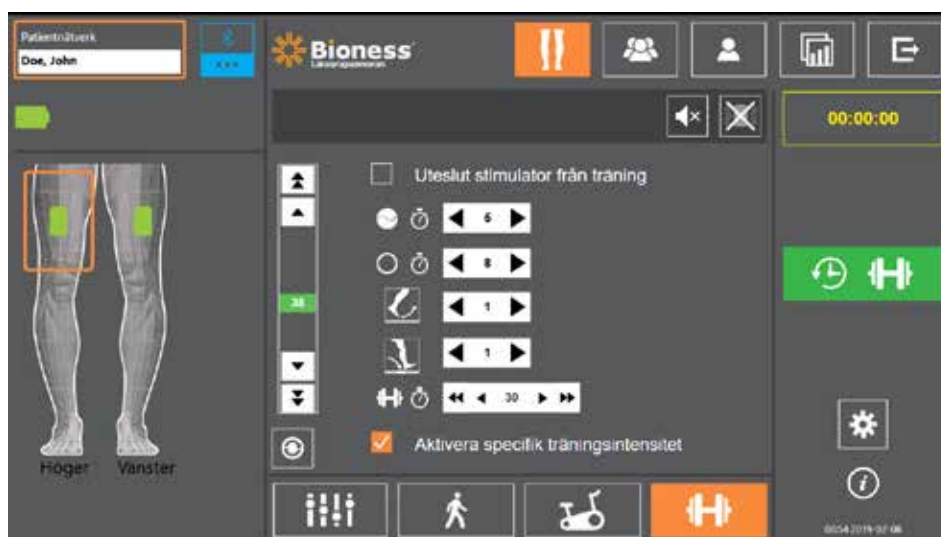

Bild 9-9: Programmera stimulering, skärmen med träningsinställningar
2. Skärmen med träningsinställningar öppnas. Se bild 9-9.